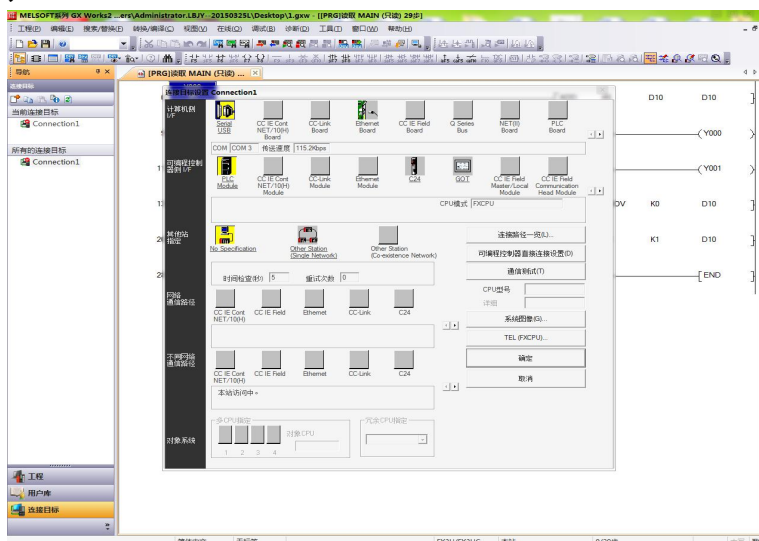

图13 传输设置对话框图
- ① 击三菱PLC软件菜单“连接目标”，双击【Connection1】，弹出设置对话框，如图13所示。